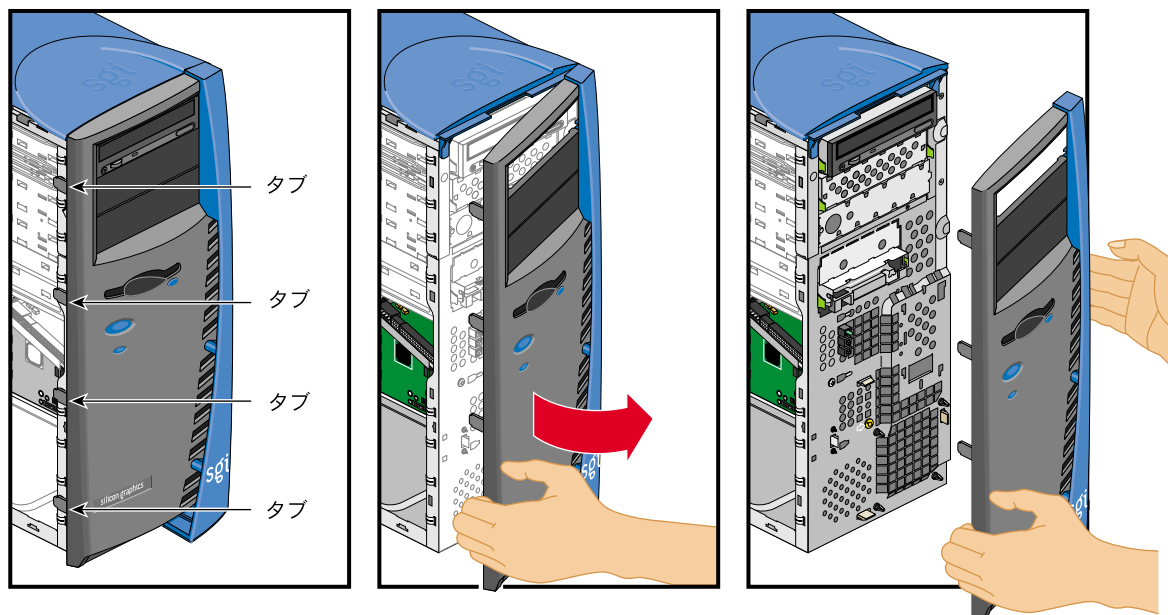

図2-2 ベゼルの取り外し
- b. ベゼル側部の4個のタブを持って本体からそっと外しながら、同時にベゼルのシステムから引き外します。図2-2に、その手順を図示します。